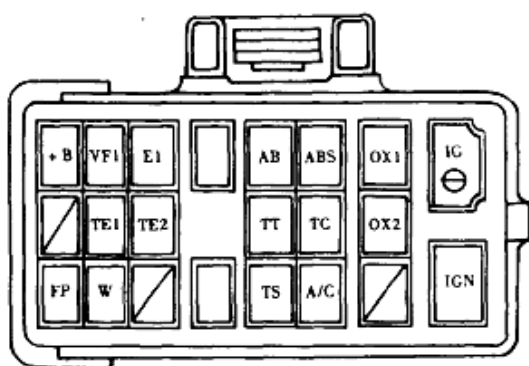

图 1-1 故障检查插接器
检修过程: (1)用一根导线跨接故障检查插接器中的 TC 及 EI 两端子, 如图 1-1 所示, 打开点火开关, 这时仪表板上的 SRS 指示灯显示故障代码 15 及 41。其